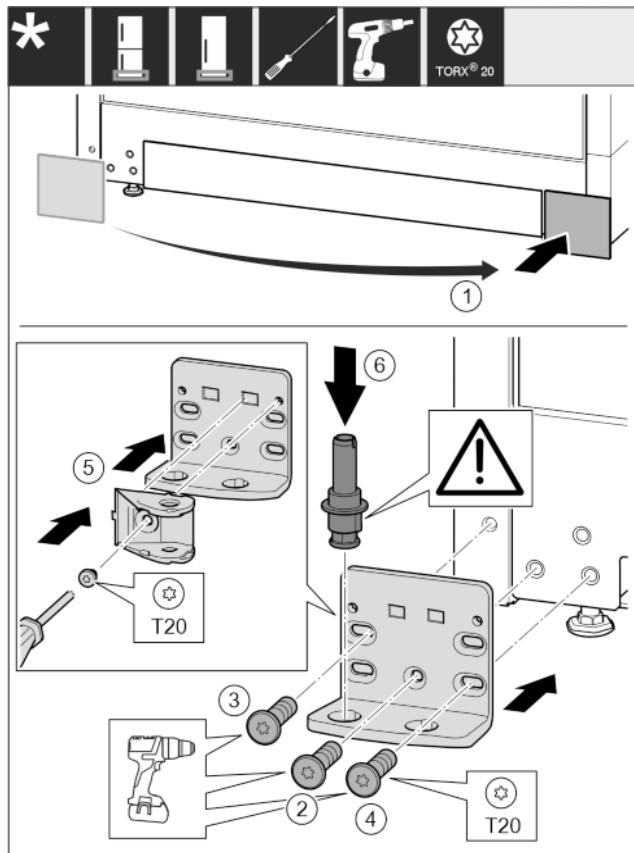

Fig. 28
- ▶ Skinite pokrov i postavite ga na drugoj strani. Fig. 28 (1)
- ▶ Postavite podložak ležaja na drugoj strani i zavijte pomoću odvijača T20. Započnite s vijkom 2 dolje u sredini. Fig. 28 (2)
- ▶ Pritegnite vijak 3 i 4. Fig. 28 (3,4)
- ▶ Okrenite spojni element prigušivača zatvaranja za 180°. Na drugoj strani podloška ležaja zavijte pomoću odvijača T20. Fig. 28 (5)
- ▶ Kompletno umetnite podložak ležaja. Pri tome pazite da je ispuštenje za blokiranje okrenuto prema otraga. Fig. 28 (6)